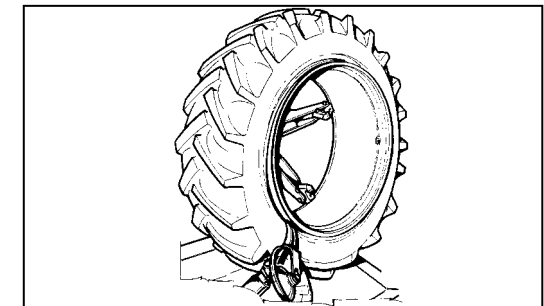

Fig.46
5. Place the hook tool between bead and rim (Fig.46).
5. Insérer le crochet de l'outil entre le talon et la jante (Fig.46).
5. Den Montagehaken zwischen Wulst und Felge einhängen (Abb.46).